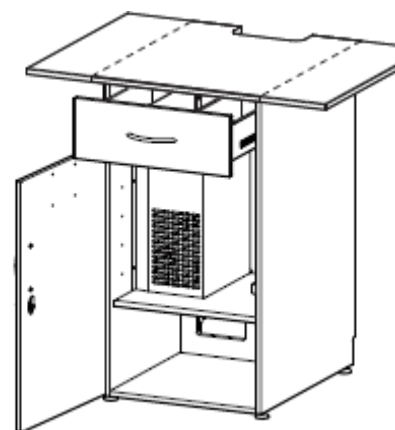

Рис. 21
3.10.4 Стол-основание со встроенным охлаждающим шкафом (рис. 21)